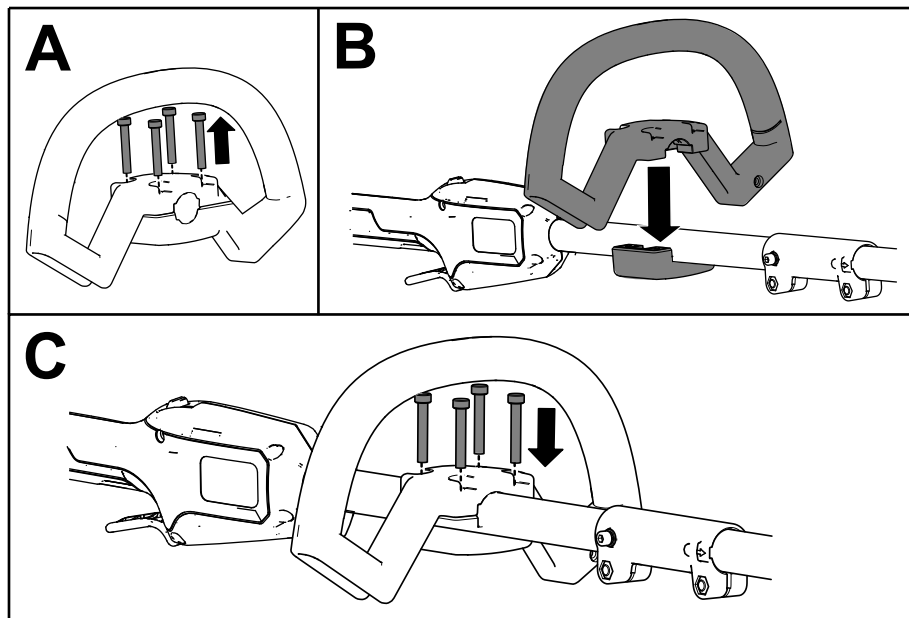

図 5
1. 付属の六角レンチを使ってソケットヘッド ネジ4個を外し、補助ハンドルをハンドルプレートから分離する 図 5のA。
2. 補助ハンドルをシャフト上の補助ハンドルプレートに位置合わせする 図 5のB。
3. 前に取り外したソケットヘッド ネジ4本を使って、補助ハンドルをハンドルプレートに固定する 図 5のC。